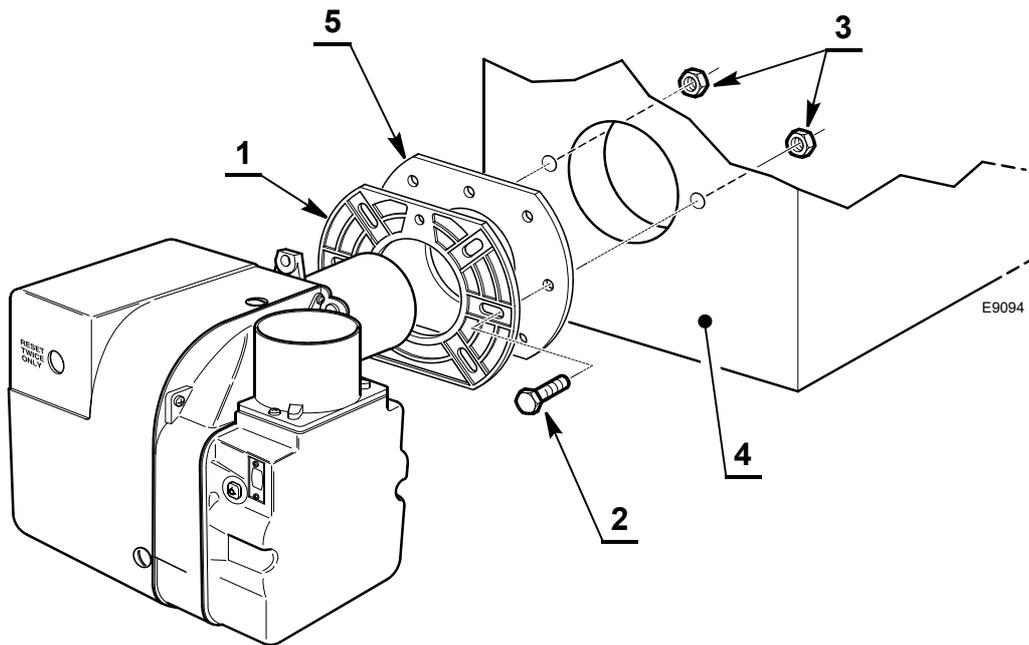

Fig. 7
- Fijar en la puerta de la caldera 4 la brida 1)(Fig. 7) con los tornillos 2) y, si es necesario, las tuercas 3), interponiendo la junta aislante 5).